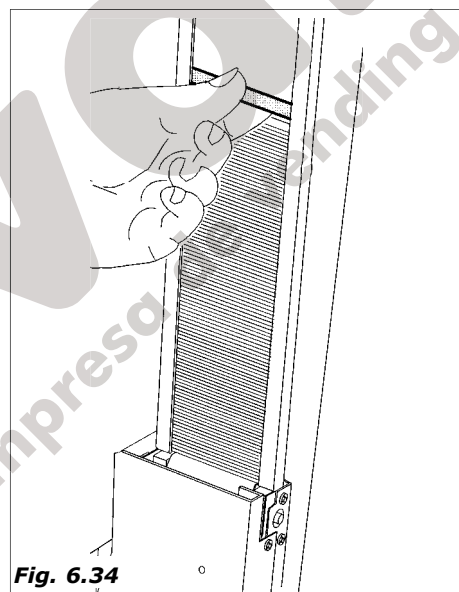

Fig. 6.34
- al completar la carga, colocar de nuevo el peso metálico (Fig.6.34).